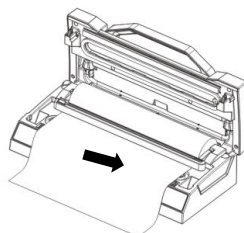

Fig.4
5. Déposez le découpeur et assurez-vous qu'il se trouve au bon endroit sur le sac, puis faites glisser le découpeur d'une extrémité à l'autre pour couper le sac— **Fig.4**